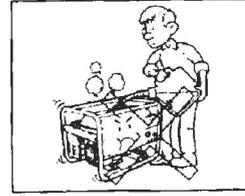

Fig.6
6. Detenga el motor cuando llene el tanque de combustible. (fig. 6)